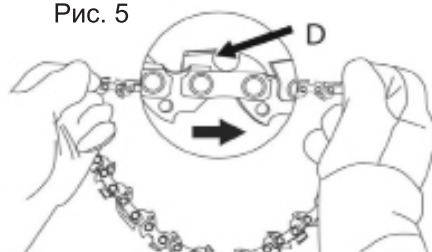

Рис. 7
2. Расправьте цепь в окружность, направив режущие кромки режущих зубьев (D) по ходу движения цепи (рис. 7). Направление движения цепи указано на корпусе режущей головки под крышкой ведущей звездочки.